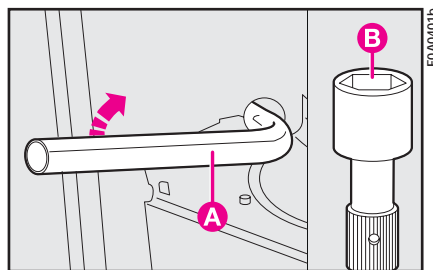

рис. 28
2) Установите ключ **A** на крепежный болт блока фонарей (рис. 28).
3) Ослабьте болты, установите на удлинитель **В** отвертку (рис. 28) и ослабьте крепежные гайки блока фонарей.
В семиместных пассажирских модификациях через отверстие **С** (рис. 28а) установите на болт удлинитель **В** (рис. 28) и ослабьте болт.
рис. 28а